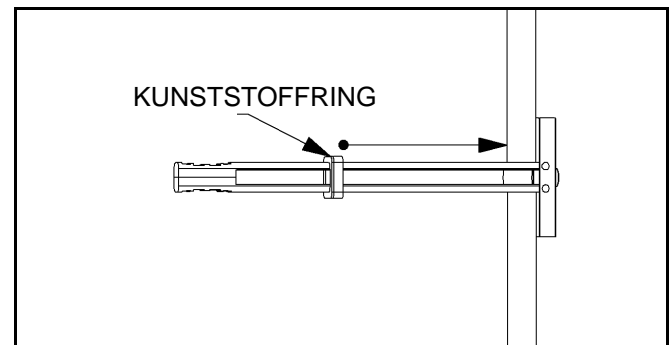

Abbildung 11.
5. Den Kunststoffring des Ankers zur Wandoberfläche verschieben (siehe Abbildung 11).